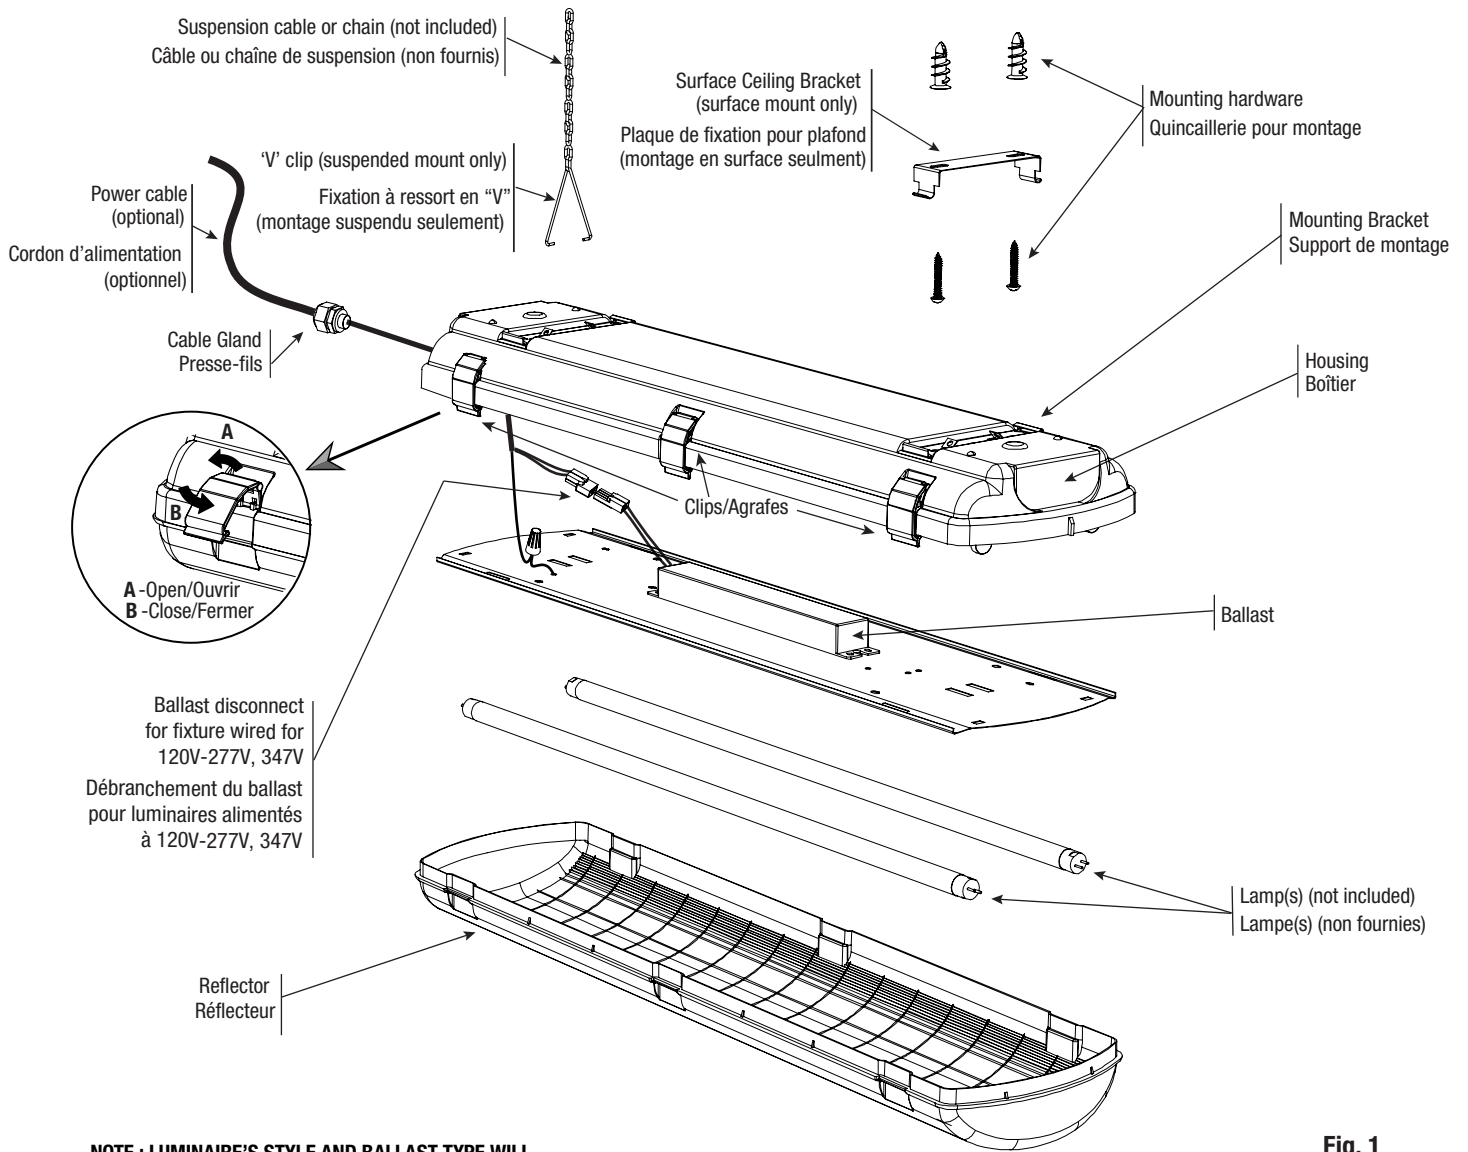

Fig. 1
1. Remove the lens (disengage the six clips that hold the lens onto the luminaire housing) (Fig.1).
1. Enlever la lentille (désengager les six agrafes qui retiennent la lentille au boîtier du luminaire) (Fig.1).